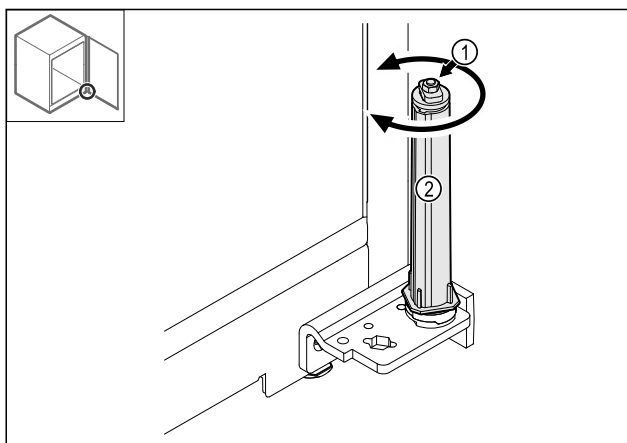

Fig. 41
- Ta inte isär låssystemets förskruvningar Fig. 41 (1).
- Vrid låssystemet Fig. 41 (2) tills det klickar.